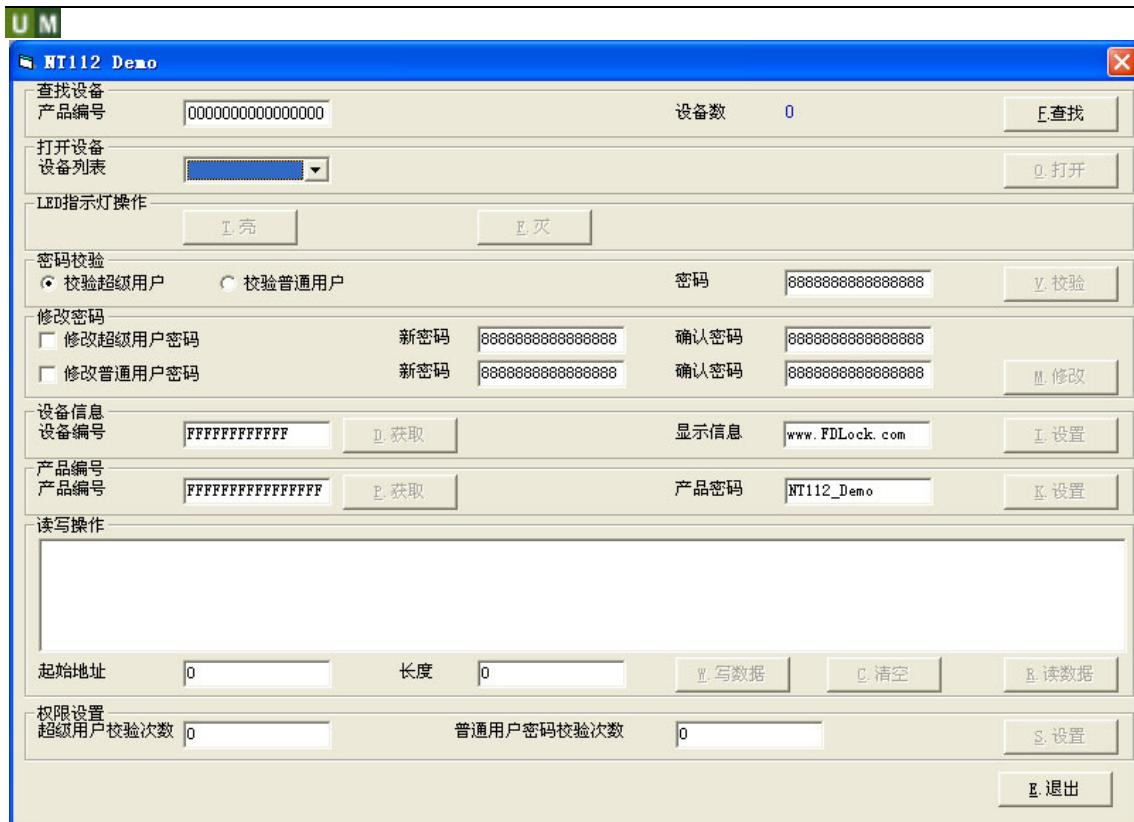

图 7.21 NT112_DEMO.exe 正确运行
11. 将NT112_DEMO.exe复制到D:\下，然后双击运行它，如果插入有合法的加密锁，NT112_DEMO.exe即可正确运行，如图 7.21 所示。